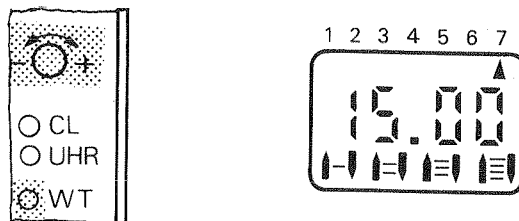

Abb. 16
2. Taste „WT“ drücken, und gleichzeitig Einstell-Drehknopf „-“/“+“ nach links oder rechts drehen bis „▲“ in der Anzeige auf „7“ (= Sonntag) zeigt (Abb. 16).